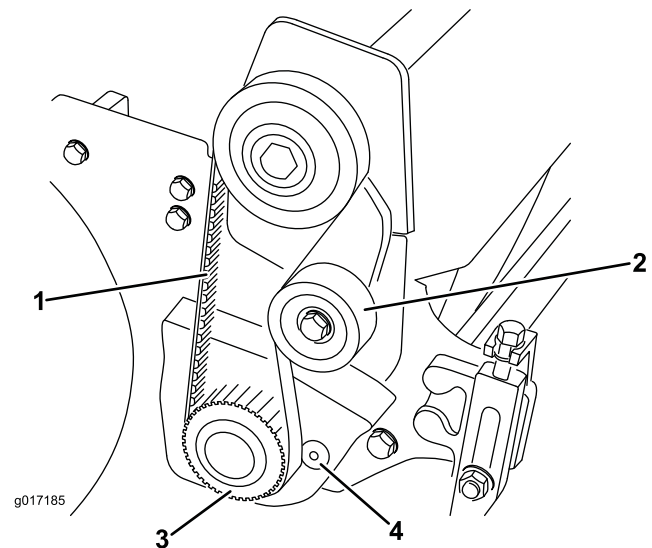

Bild 8
17. Lockern Sie die Spannscheibe, um die Riemen Spannung zu lösen und nehmen Sie den Spindeltreibriemen von den Riemenscheiben (Bild 8).
18. Entfernen Sie die Antriebsscheibe mit einer Antriebsratsche (1/2") und Verlängerung von der Spindelwelle (Bild 8). Verhindern Sie mit einem Holzblock, dass sich die Spindel drehen kann.
19. Entfernen Sie die zwei Senkschrauben und Muttern, mit denen die Abdeckung des Groomerarms am Kegelrollenlagergehäuse und der Seitenplatte befestigt ist (Bild 8). Entfernen Sie die Abdeckung des Groomerarms und bewahren die Befestigungen auf.